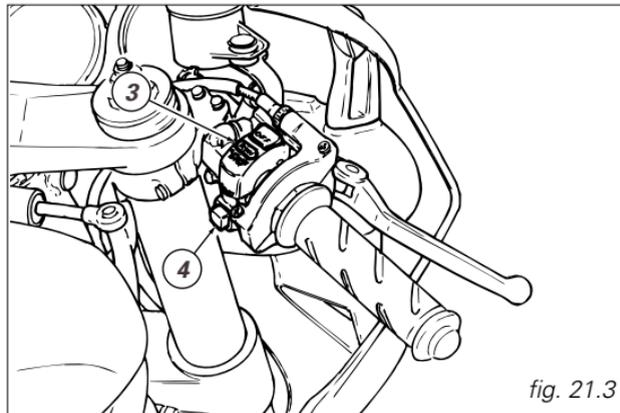

fig. 21.3
3) Accertarsi che l'interruttore d'arresto (3, fig. 21.3) sia nella posizione **O (RUN)**, premere quindi il pulsante avviamento (4).